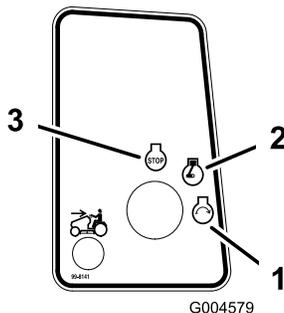

Figure 12
6. Tournez la clé de contact dans le sens des aiguilles d'une montre et maintenez-la en position de Démarrage (Figure 12). Relâchez la clé quand le moteur démarre.
2. Tournez la clé de contact en position Contact coupé (Figure 12).